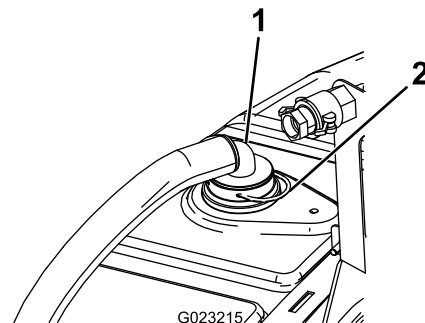

Figura 15
1. Instale el extremo de la manguera que lleva un acoplamiento de 90 grados al conector estanco que instaló anteriormente con un pasador de sujeción (Figura 15).